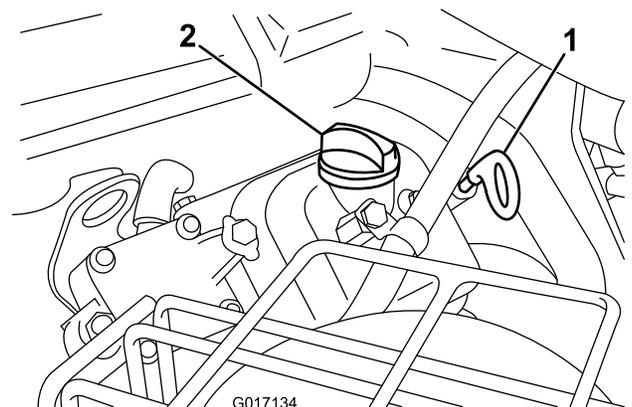

図 20
2. ディップスティックを抜き出し、ウェスで一度きれいに拭く。ディップスティックを、チューブの根元までもう一度しっかりと差し込む(図 20)。